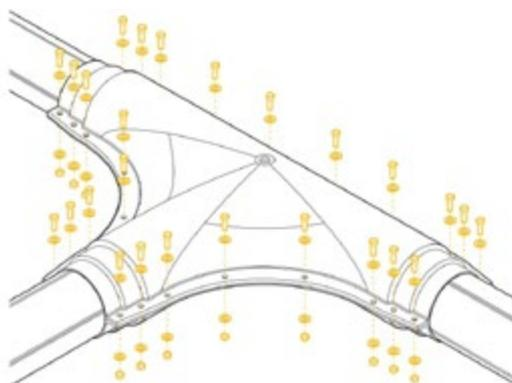

Рис. 5.9.6
**6.** Соединить верхнюю и нижнюю половины защитного кожуха при помощи болтов (рис. 5.9.6).